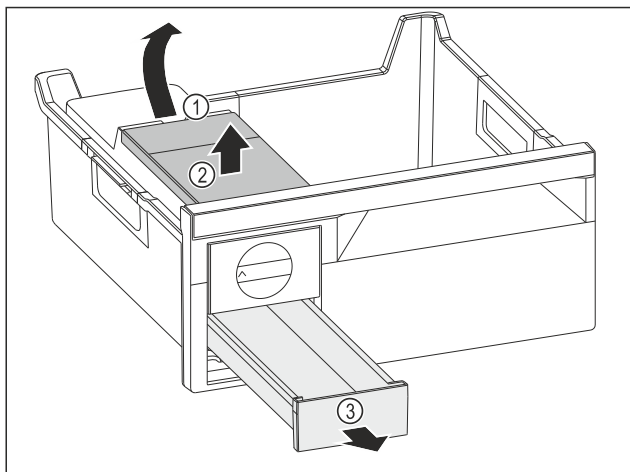

Fig. 77
- Wyjmowanie zbiornika wody: Zbiornik wody unieść za wycięcia Fig. 77 (1).
- Wyjąć zbiornik wody Fig. 77 (2) do góry.
- Wyjąć szufladę na kostki lodu Fig. 77 (3) do przodu.